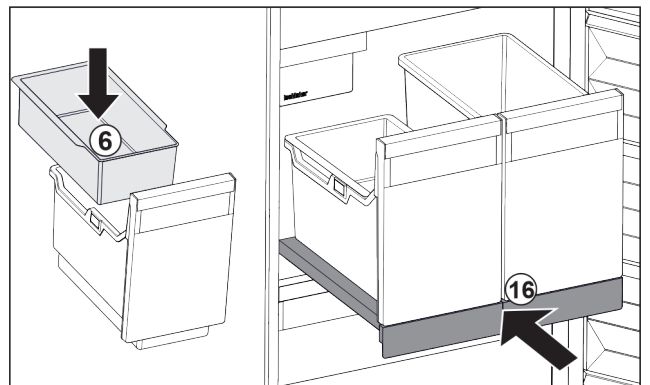

Fig. 87
- ▶ Vložte závesnú miskú Fig. 87 (6) na kocky ľadu.
- ▶ Zasuňte vyťahovaciu poličku s nádobou (IceTower). *Fig. 87 (16)*